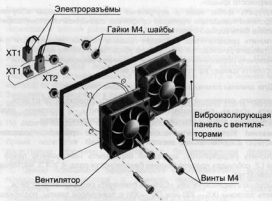

Рис.1
7.3. Для замены вентилятора выполнить следующее (см. рис.1):